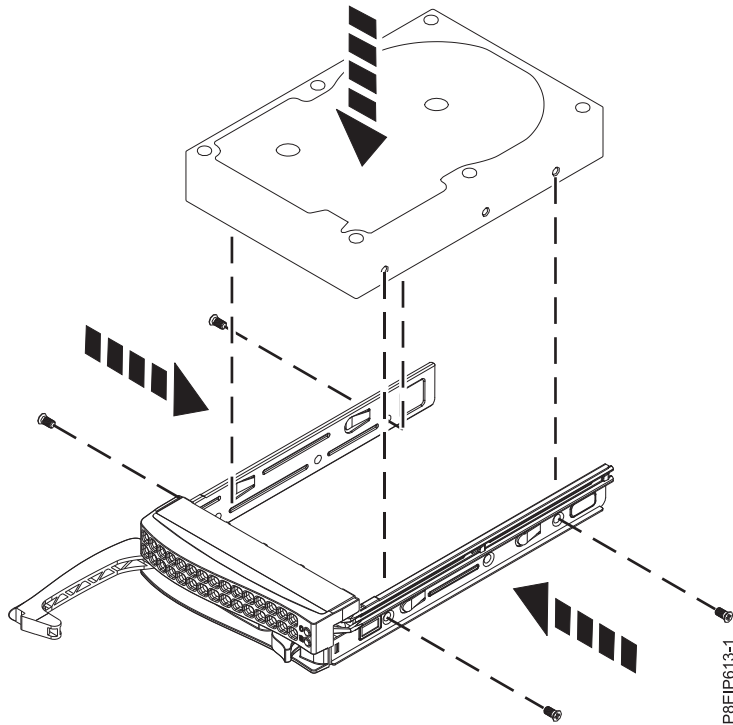

Figura 5. Montaje de la unidad de 3,5 pulgadas en la bandeja
- Una unidad de 3,5 pulgadas ocupa la bandeja, tal como se indica en la Figura 5 en la página 8. Asegure la unidad en los laterales de la bandeja con cuatro tornillos (dos tornillos en cada lado).